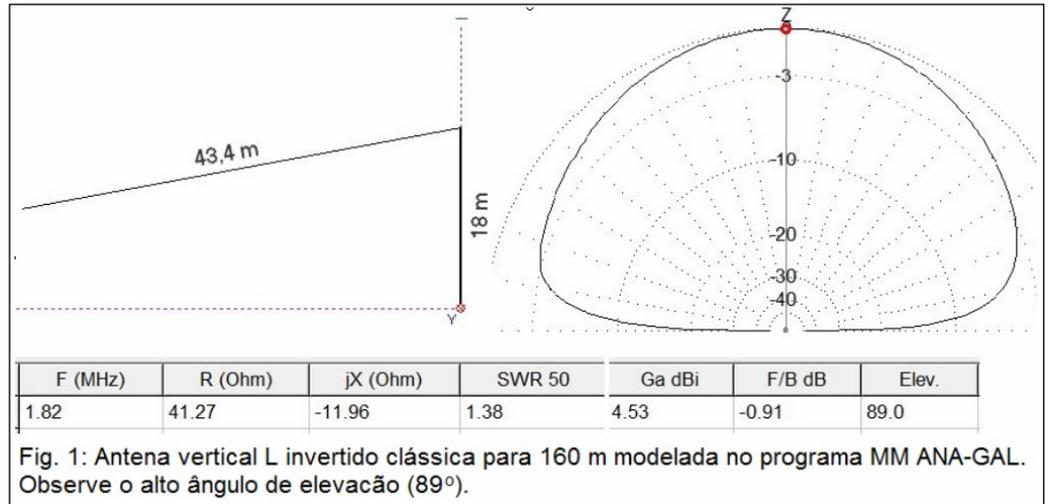

Fig. 1: Antena vertical L invertido clássica para 160 m modelada no programa MM ANA-GAL. Observe o alto ângulo de elevação (89°).
Uma interessante maneira de aumentar o comprimento elétrico de uma antena vertical é utilizando o “chapéu capacitivo”, um conjunto de fios conectados à extremidade superior da antena. O exemplo mais prático é o da L invertido clássica (fig.1). Recomendo fortemente que você amplie suas leituras nesse assunto! (ref. 7, 8, 9, 10).